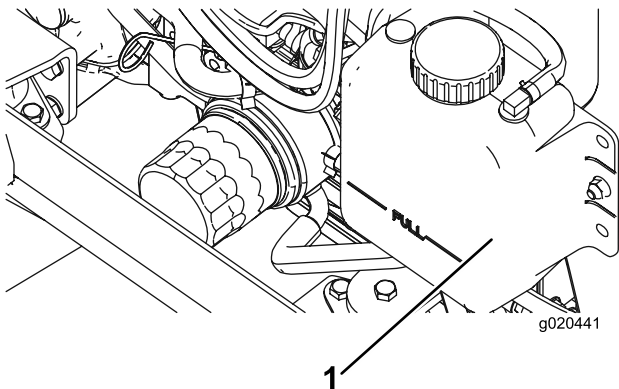

Figure 79
1. Retirez le bouchon du radiateur et le bouchon du vase d'expansion avec précaution (Figure 79).